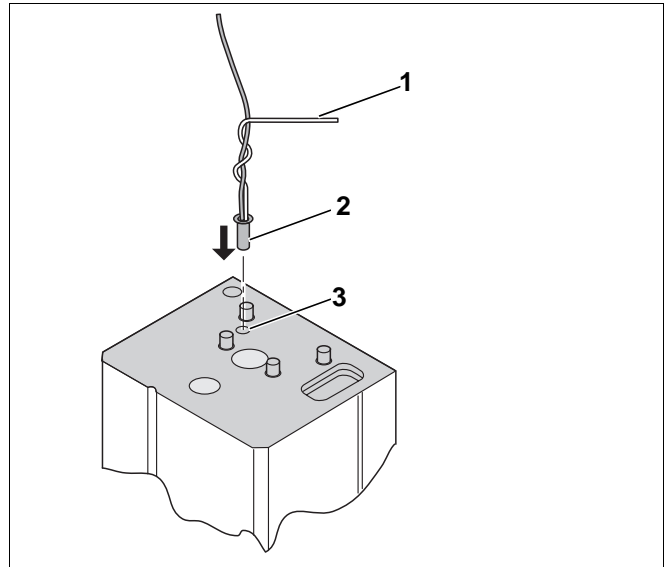

Abb. 10 Fühlermontage (Anschluss von oben, Prinzipskizze)
- Fühler und Fühlerleitung in Führdraht einhängen (Abb. 10).
- Fühlerleitung mit Führdraht bis zur Abkantung in die Tauchhülse einführen (Abb. 10, Pos. 3).
Legende für Abb. 10: